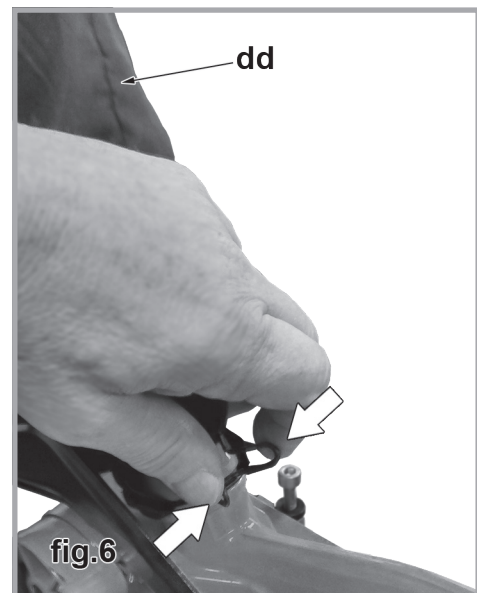

fig.6
3. Fixez le sac à poussière (dd, fig.6) sur le port de sortie en serrant le ressort dans l'ouverture du sac.